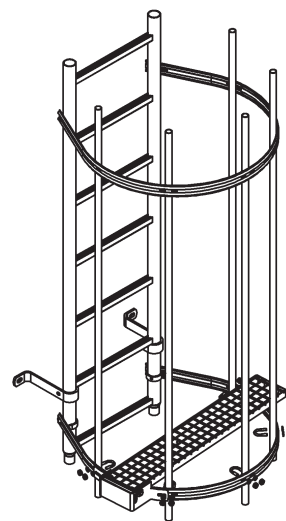

Abb. 38
4.9 Einklappbarer Ruhesitz Typ 0529.1201 / Besteigesicherung Typ 0529.1210 (Abb. 38, 39)